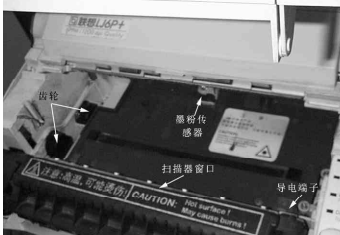

图3 内部除尘部位
2. 内部除尘:内部除尘的主要对象有齿轮、导电端子、扫描器窗口和墨粉传感器,内部除尘请用柔软的干布擦拭(见图3)。齿轮、导